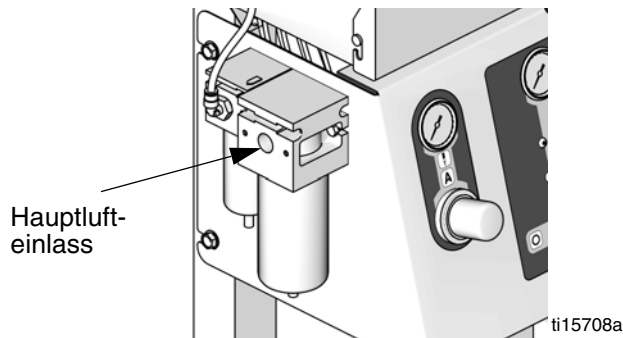

ABB. 3. Luftzufuhreinlass
2. Die Hauptluftzufuhrleitung am Hauptlufteinlass der Pumpe anschließen. Diese Luftleitung versorgt die Magnetventile, Ventile und Pumpen. Siehe ABB. 3.